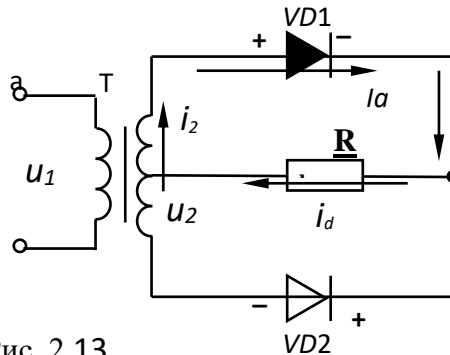

Рис. 2.13
На вход трансформатора подаётся переменное напряжение, т.е. во вторичной обмотке трансформатора половину периода (от 0 до  $\pi$ ) ток протекает в условно положительном направлении (рис. 2.13). В этот промежуток вре-
2. Чертим схему подключения нагрузки (см. рис. 2.13).